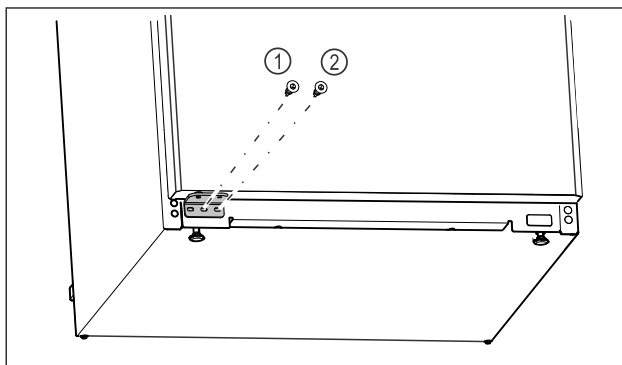

Fig. 25
- Затяните центральный винт опорного кронштейна Fig. 25 (1) отверткой Torx 20.
- Затяните внутренний винт опорного кронштейна Fig. 25 (2) отверткой Torx 20.